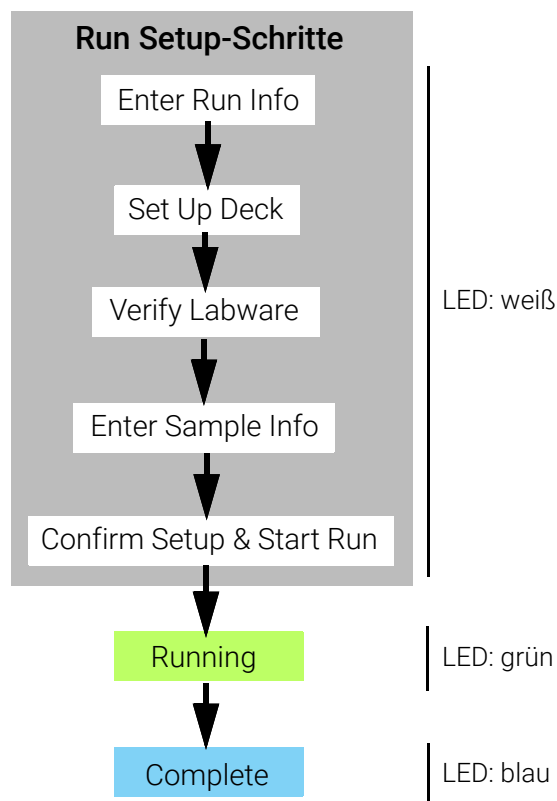

Abbildung 16 Protokollablauf mit entsprechender Farbe der Statusanzeige
- Sie werden durch die einzelnen Schritte des Fensters Run Setup (**Abbildung 16**) geführt, beginnend mit dem Schritt Enter Run Info. Drücken Sie die Pfeiltasten, um vorwärts und rückwärts durch die Schritte zu navigieren (oder klicken Sie bei Verwendung einer über USB angeschlossenen Maus mit dem Cursor auf die Pfeiltasten). Da sich die Schritte je nach Typ oder Target-Anreicherung, die Sie ausführen, unterscheiden, sollten Sie die Anweisungen und Bildschirmabbildungen im Benutzerhandbuch für das Magnis Target Enrichment Kit beachten.